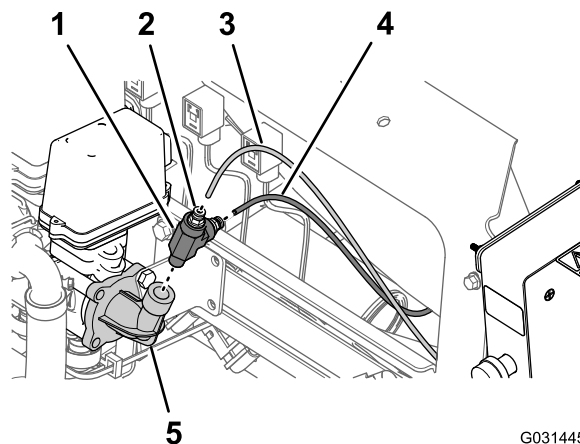

Рисунок 17
1. На прямоугольном колене, расположенном с правой стороны клапана регулировки давления для шлангового барабана, нажмите на запорное кольцо соединительной муфты и отсоедините трубку датчика давления, идущую к манометру шлангового барабана (Рисунок 17).
2. Нажмите на запорное кольцо соединительной муфты и отсоедините трубку датчика давления, идущую к манометру на приборной панели машины (Рисунок 17).
3. Снимите тройник с прямоугольного колена клапана регулировки давления (Рисунок 17)